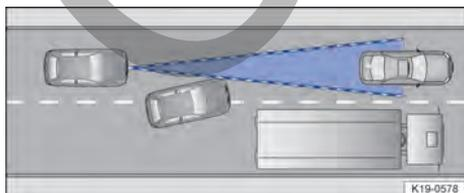

Fig. 104 Cambio de carril.
- En el caso de vehículos que cambien al carril por donde usted circula a muy poca distancia del vehículo → fig. 104.